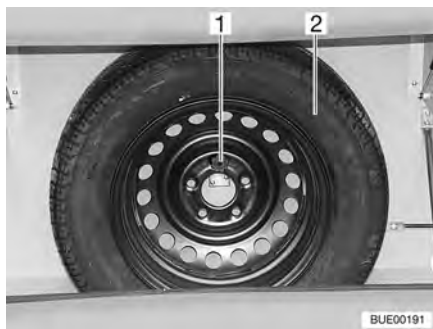

Bild 220 Reservhjulshållare
Reservhjulshållaren är monterad i gasboxen. Reservhjul erhålls (Bild 220,2) mot extrakostnad.
- Bulten (Bild 220,1) lossas.
- Reservhjulet (Bild 220,2) tas ut.